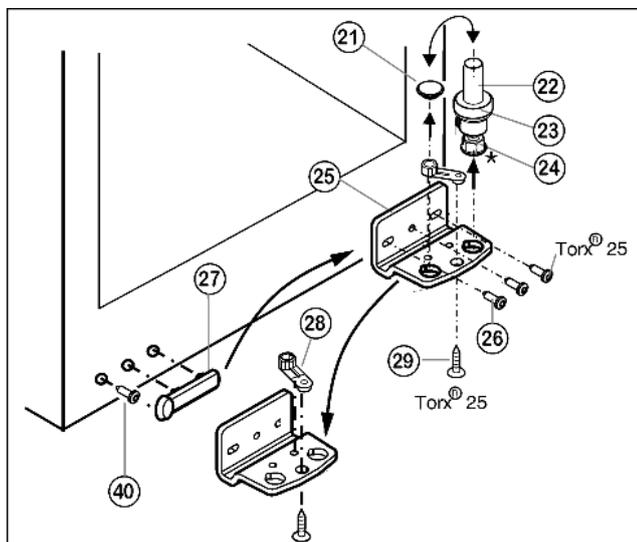

Fig. 5
- ▶ Извлеките опорный винт Fig. 5 (22) в комплекте с шайбой Fig. 5 (23) и регулируемой опорой\* Fig. 5 (24), вытягивая его вверх.
- ▶ Снимите пробку Fig. 5 (21).
- ▶ Открутите Fig. 5 (26) опорный кронштейн Fig. 5 (25).
- ▶ Открутите Fig. 5 (29) опорную деталь Fig. 5 (28) и, переставив в отверстие на противоположной стороне опорного кронштейна, снова прикрутите.
- ▶ Осторожно снимите и переставьте на противоположную сторону крышку со стороны ручки Fig. 5 (27) и винт Fig. 5 (40).
- ▶ Снова прикрутите опорный кронштейн Fig. 5 (25) на новой стороне шарнира (с моментом 4 Нм). При необходимости используйте аккумуляторный шурупверт.
- ▶ Переставьте пробку Fig. 5 (21) в свободное отверстие.
- ▶ Вновь установите опорный винт Fig. 5 (22) в комплекте с шайбой и регулируемой опорой\*. При этом фиксатор должен быть направлен назад.
- ▶ Установите дверцу сверху на нижний опорный палец Fig. 5 (22).
- ▶ Установите верхний опорный кронштейн (12) на новой стороне шарнира и защелкните в дверце.
- ▶ Прикрутите верхний опорный кронштейн (12)(с моментом 4 Нм)(2 шт. Torx® 25) (13). При необходимости проделайте отверстия или используйте аккумуляторную отвертку.
- ▶ Защёлкните крышку (10) и крышку (11) на противоположной стороне.
- ▶ При необходимости выровняйте дверцы через два продольных паза в нижнем опорном кронштейне Fig. 5 (25) параллельно корпусу устройства. Для этого выкрутите средний винт.